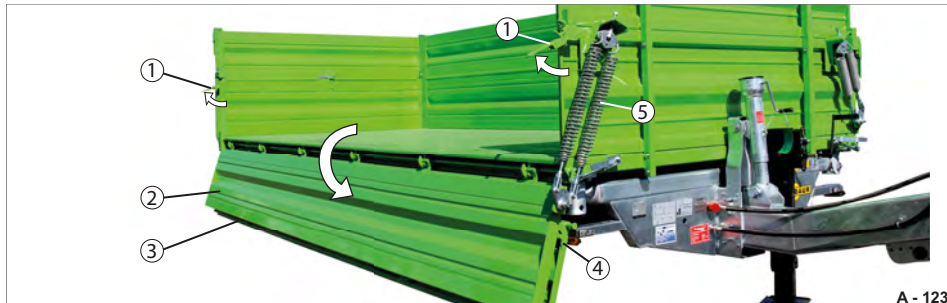

Abb. 129 Bordwandaufsatz mit Grundbordwand im Verbund abgeklappt
- ▶ Entriegeln Sie die Verschlüsse der Grundbordwand (Abb. 129/1).
- ▶ Halten Sie den Verbund Grundbordwand mit Bordwandaufsatz (Abb. 129/2 & Abb. 129/3) fest und klappen Sie diesen langsam / kontrolliert herunter.
- ▶ Verriegeln Sie die Verschlüsse der Grundbordwand (Abb. 129/1).